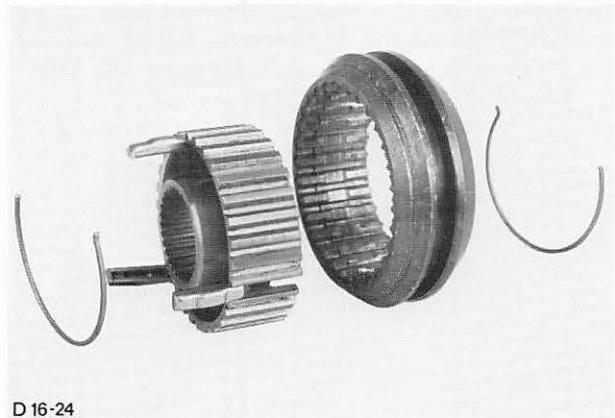

Abb. 95 Synchronkupplung zerlegt
24. Synchronkupplung 1./2. und 3./4. Gang zerlegen. Schaltringe jeweils abziehen und Synchronriegel mit Federn entfernen. Abb. 95.